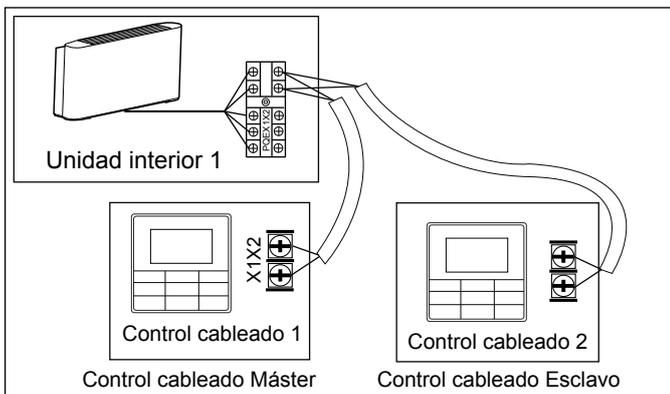

Figura 6.7
- Use 1 control cableado para controlar múltiples unidades interiores o 2 controles cableados (un control máster y uno esclavo) para controlar varias unidades interiores (vea Fig. 6.7); (un control maestro y uno esclavo) para controlar una (1) unidad interior (consulte la Figura 6.7);